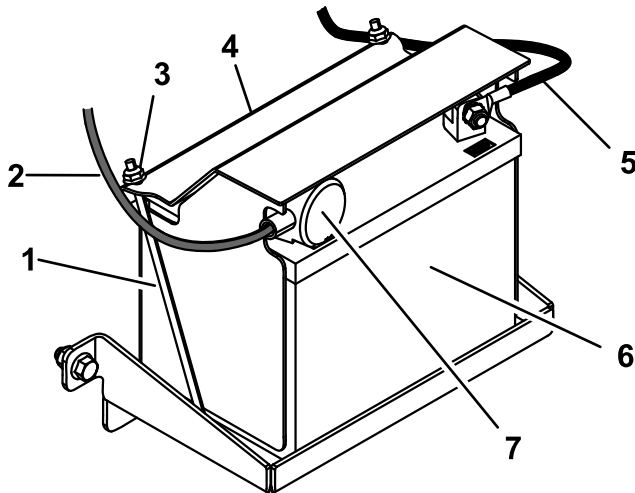

Figura 29
1. Posizionate la batteria sul vassoio e fissatela utilizzando il coperchio della batteria, 2 aste di fissaggio e 2 dadi (Figura 29).
4. Fate scorrere la guaina rossa sul polo positivo della batteria (Figura 29).